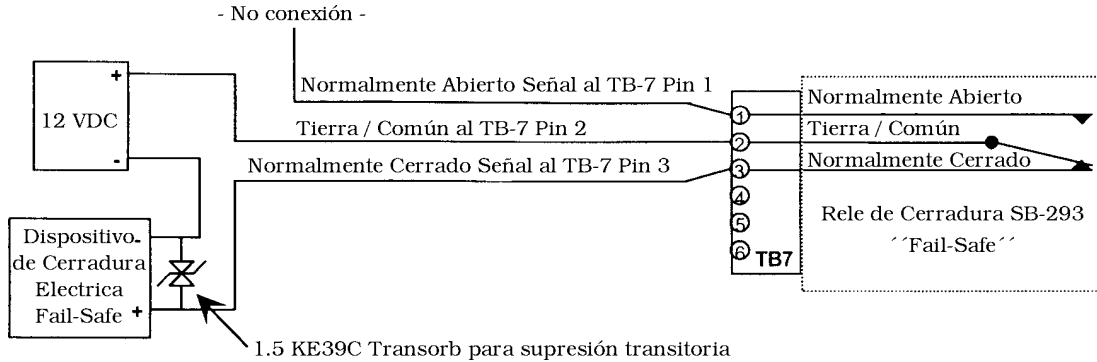

Figura 5: Relé de Salida de Cerradura *Fail-Safe*
- Ve a Figura 5 para un dibujo de ejemplo de Relé de Salida de Cerradura *Fail-Safe*